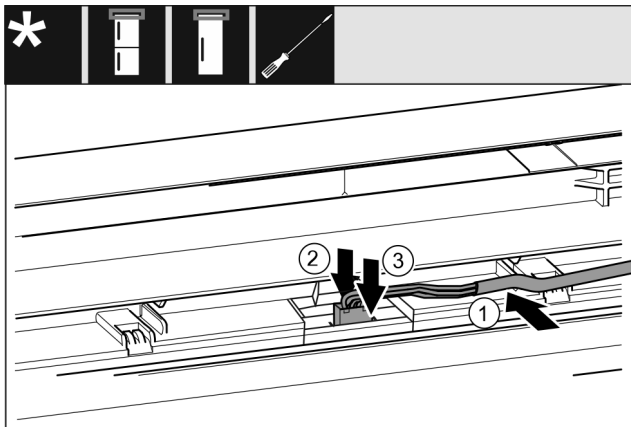

Fig. 49 Kühl-/Gefrierkombinationen / Gefriergeräte / Kühlgeräte*
- ▶ Kabel Fig. 49 (1) in die Führung in der oberen Tür einlegen.*
- ▶ Rastnase Fig. 49 (2) nach hinten drücken.*
- ▶ Stecker Fig. 49 (3) einrasten.*